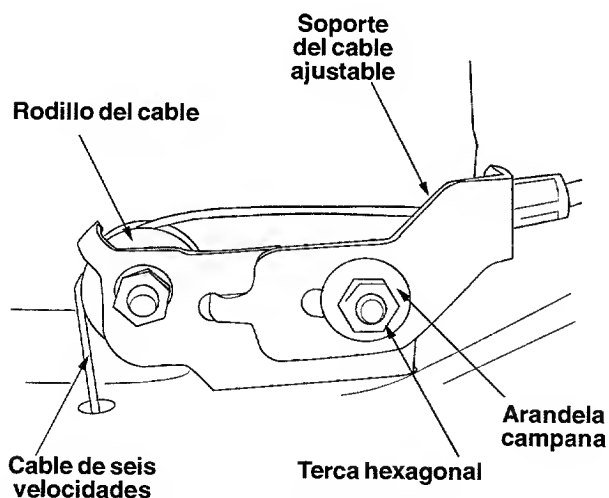

Figura 17
- Afloje la tuerca hexagonal que asegura el soporte ajustable del cable. Vea la Figura 17.